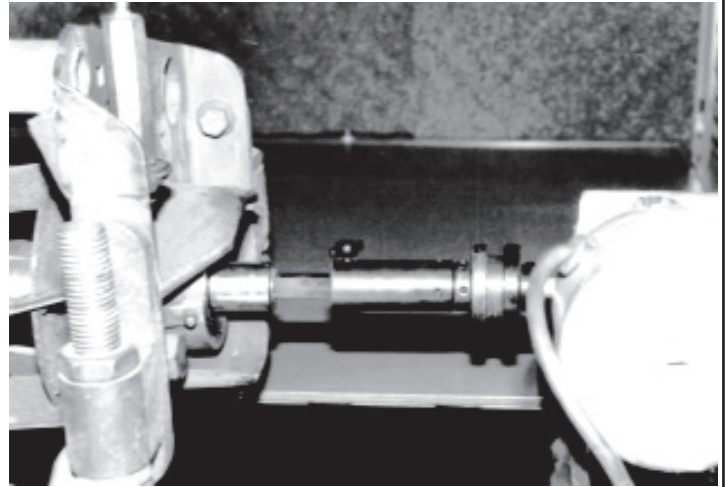

图 22
转磨传动装置连接至滚刀轴端或传动系统组件端。咨询切割装置制造商了解正确的转磨传动布置和连接。确定要将转磨传动装置安装在哪一侧。一般来说，使用的传动系统组件和倒磨相同。参见图 22。
3. 将合适的 1/2" 方形传动套筒或适配器安装到滚刀传动螺母，然后将方形传动轴插入套筒。将适配器套筒安装到传动轴上，再将传动联轴器适配器组件插入其中。最后，将橡胶联轴器装入传动联轴器适配器。参见图 22。